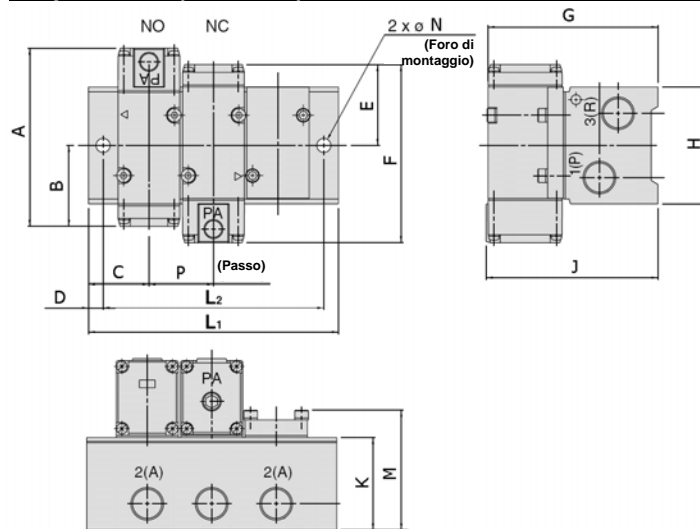
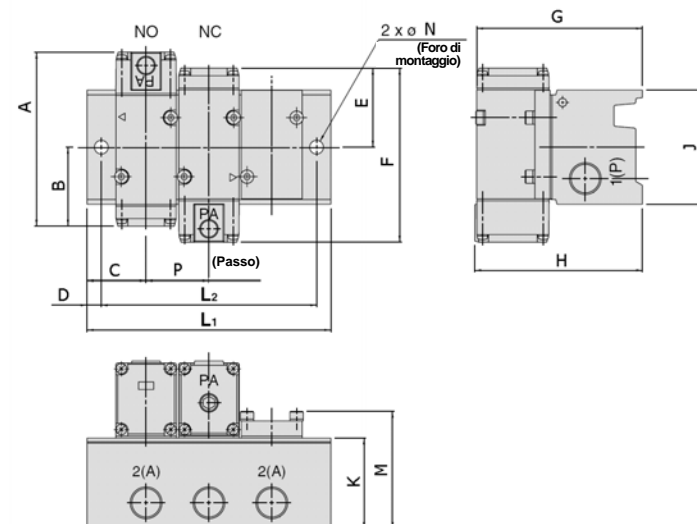

Figura 6
Figura 8
- Vedere Figura 6 and Figura 8 per i fori di montaggio.